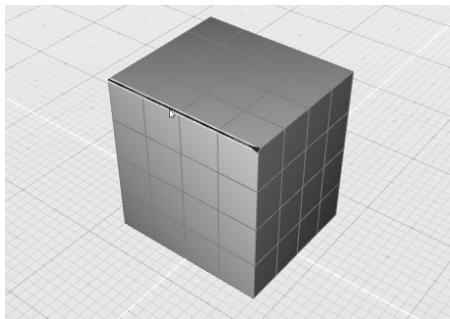

图 3-105 提取立方体上的一条边线
2) 使用“提取曲线”工具, 单击立方体上的任意一边, 可将该边提取出来作为独立的曲线, 如图 3-105 所示。